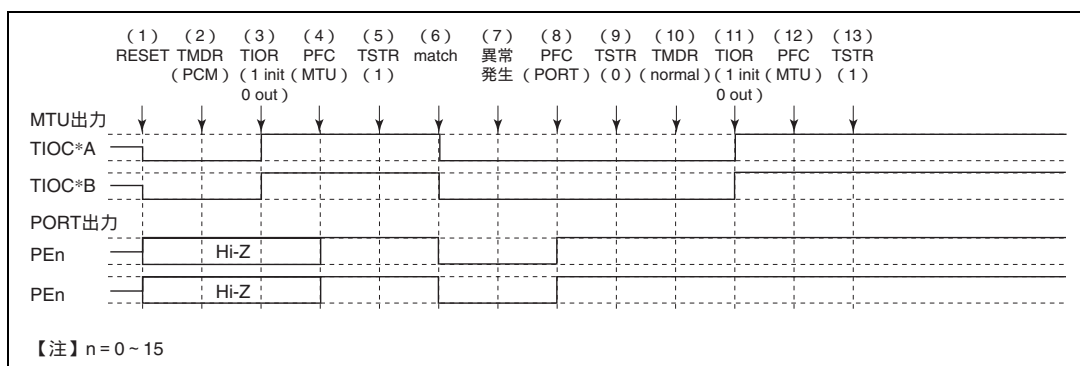

図 10.72 位相計数モードで異常が発生し、ノーマルモードで復帰する場合
位相計数モードで異常が発生し、再設計後ノーマルモードで再スタートする場合の説明図を図10.72に示します。
- (1) ~ (9) は図 10.72 と共通です。
- (10) PWMモード1を設定します。
- (11) TIORで端子を初期化してください (PWMモード1ではTIOC\*B側は初期化されません)。
- (12) PFCでMTU出力としてください。
- (13) TSTRで再スタートします。
- (10) PWMモード2を設定します。
- (11) TIORで端子を初期化してください(PWMモード2では周期レジスタの端子は初期化されません)。
(16) 位相計数モードで動作中に異常が発生し、位相計数モードで再スタートする場合の動作
- (10) 位相計数モードで再スタートする場合には必要ありません。
- (11) TIORで端子を初期化してください。